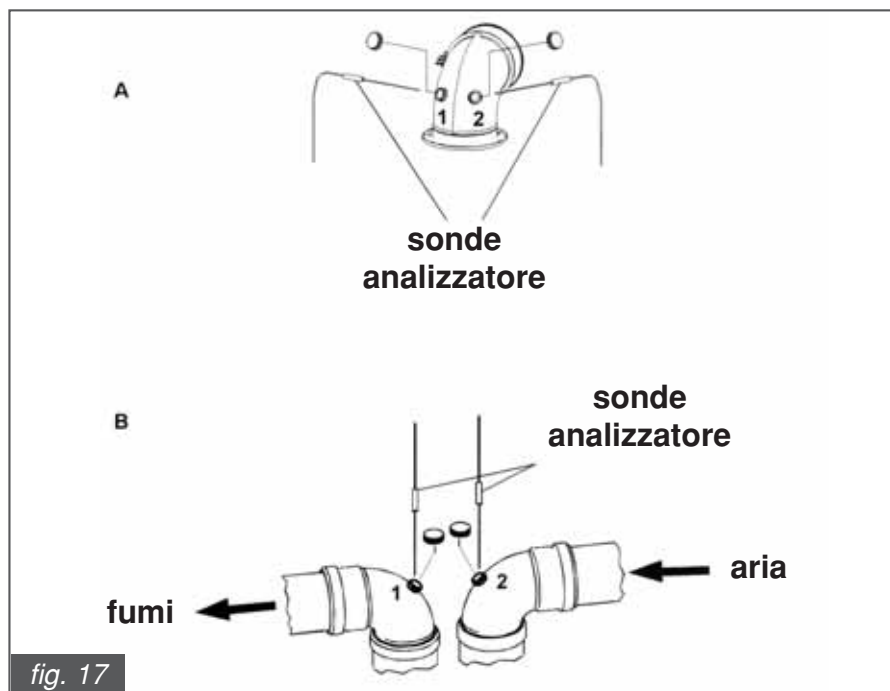

fig. 17
- misura dell'aria comburente prelevata nell'apposito foro 1 (vedi fig. 17).
- misura della temperatura fumi e della CO_2 prelevata nell' apposito foro 2 (vedi fig. 17).
- misura dell'aria comburente prelevata nell'apposito foro 2 (vedi fig. 17);
- misura della temperatura fumi e della CO_2 prelevata nell' apposito foro 1 (vedi fig. 17).